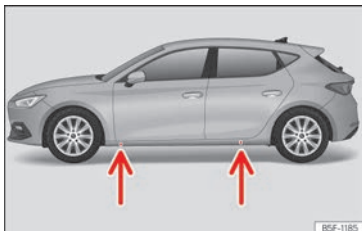

Abb. 254 Aufnahmepunkte für den Wagenheber.
- Suchen Sie am Längsträger die Markierung des Wagenheberaufnahmepunktes (Eindrückung), die dem zu wechselnden Rad am nächsten liegt >>> (Abb. 254).